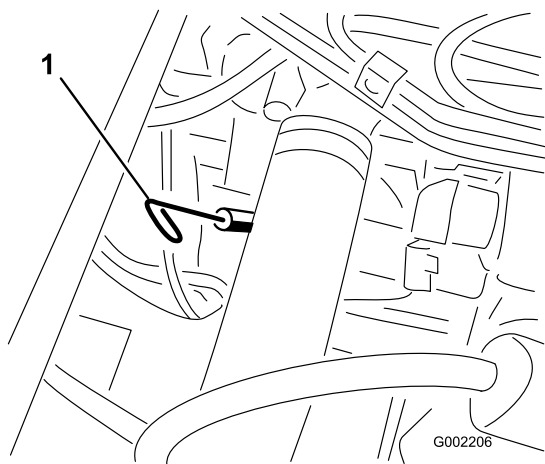

Figura 37
2. Togliete l'asta di livello, situata sotto il sedile passeggero, ed asciugatela con un panno pulito (Figura 37). Inserite l'asta nel tubo e verificate che sia inserita a fondo. Rimuovete l'asta e controllate il livello dell'olio.
13. Togliete il tappo di rifornimento dell'olio e versate lentamente circa l'80% della quantità d'olio specificata nel motore al bocchettone di rifornimento (Figura 37).